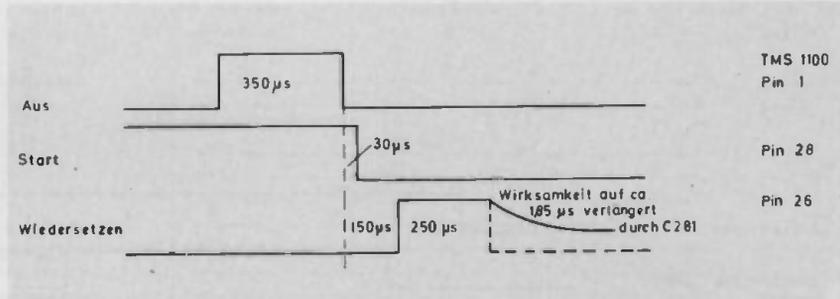
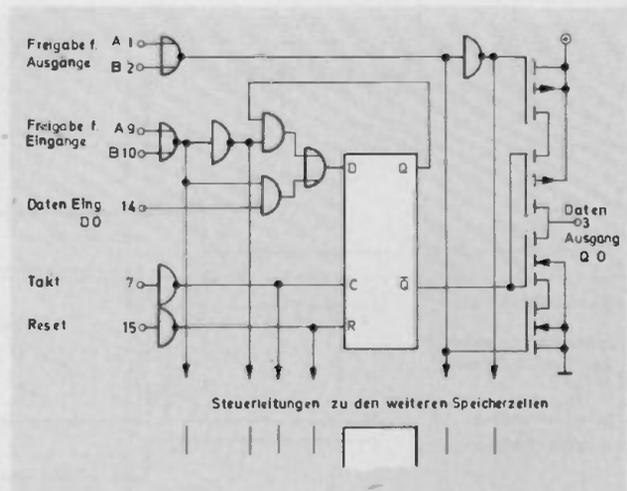
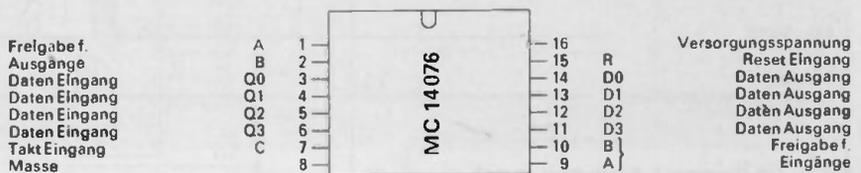

Bild 5 Zeit-Diagramm Reaktivieren des Modes Uhrenaufnahme vorbereitet
Bild 7 Schematisches Innenschaltbild des MC 14 076
Bild 8 Anschlußbelegung des MC 14 076
nen sie jedoch erst wirksam werden, wenn durch den Freigabepegel L aus Pin 3 das TMS 1100 die Ausgangstransistoren im Zwischenspeicher-IC aus ihrem abgeschalteten, hochohmigen Zustand gebracht werden und auf H bzw. L schalten. Kurz darauf gibt der Uhren-IC an Pin 28 den Startbefehl (H) für die Uhren-Aufnahme. Die Innenschaltung eines Speicherplatzes des Zwischenspeicher-IC zeigt Bild 7, Bild 8 gibt die Anschlußbelegung wieder. Wird die programmierte Ausschaltzeit erreicht, dann gibt der Uhren-IC an Pin 1 den Aus-Befehl – der dem Drücken der Cassettenaste entspricht – für die Ablaufsteuerung und der Uhrenaufnahme-Startbefehl fällt auf L zurück (Bild 5).